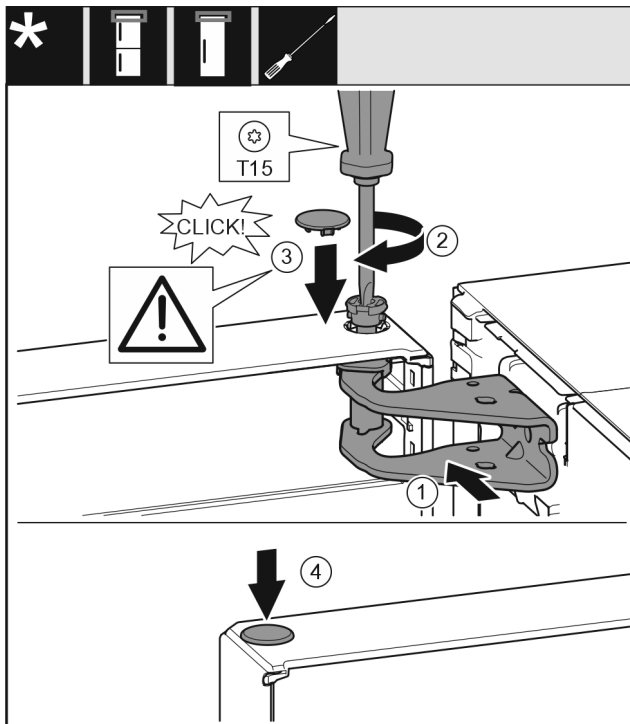

Fig. 21
- ▶ Tür oben zur Öffnung im Lagerbock ausrichten. Fig. 21 (1)
- ▶ Bolzen einsetzen und mit Schraubendreher T15 festschrauben. Fig. 21 (2)
- ▶ Sicherungsabdeckung zur Sicherung der Tür montieren: Sicherungsabdeckung einsetzen und kontrollieren ob sie auf der Tür aufliegt. Ansonsten Bolzen vollständig einsetzen. Fig. 21 (3)
- ▶ Stopfen einsetzen. Fig. 21 (4)